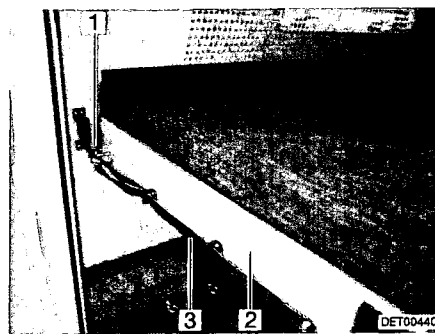

Bild 34 Etagenbett (Heck)
- An der Schlaufe (Bild 34,3) ziehen und den Riegel (Bild 34,1) lösen.
- Den Lattenrost (Bild 34,2) mit der Matratze nach vorn ziehen, bis er einrastet.